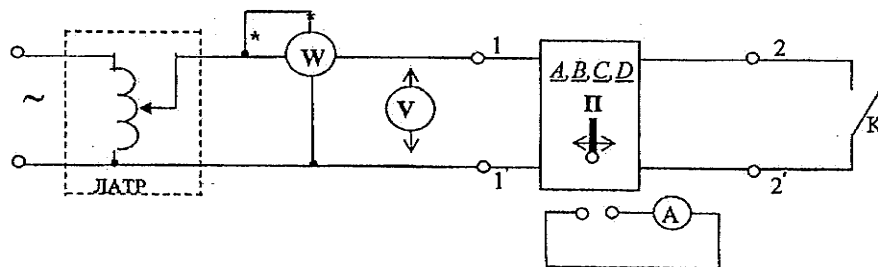

Рис. 3.3
1. Собрать схему электрической цепи (рис. 3.3).
3. Изменить схему на рис. 3.3 – отключить источник и ваттметр от входных зажимов и подключить их аналогичным образом к выходным (2-2') зажимам (обратное питание четырехполюсника). Выполнить опыты холостого хода и короткого замыкания со стороны входных зажимов (в табл. 3.1 обозначены как Обр.ХХ и Обр.КЗ). Провести измерения и заполнить строки 3 и 4 в табл. 3.1.